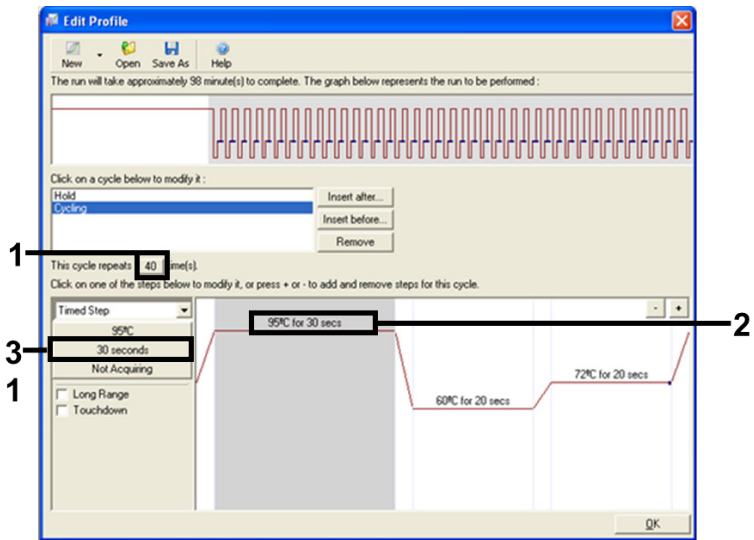

Figura 6. Paso de ciclado a 95 °C.
8. Ajuste el número de repeticiones de ciclo en 40. Seleccione el primer paso y establezca el valor en 95 °C durante 30 segundos (Figura 6).